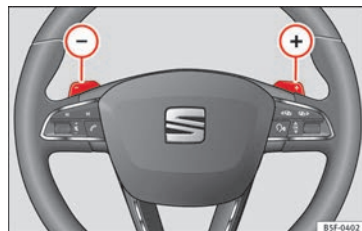

Fig. 168 Volant : palettes pour boîte automatique.
- Appuyez sur la plaquette (+) pour passer une vitesse supérieure » fig. 168.